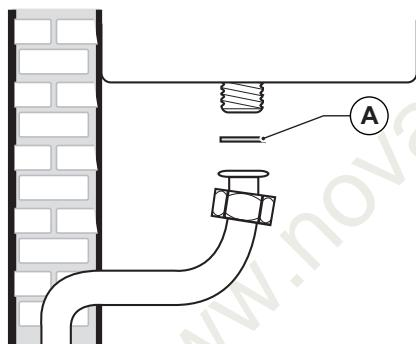

Рис. 16 Подключение к газовой сети
**ОБЯЗАТЕЛЬНО**, при подключении котла к линии подачи ГАЗА использовать накидную гайку (A) с применением прокладки в стыковой полости (смотри Рис. 16 Подключение к газовой сети).